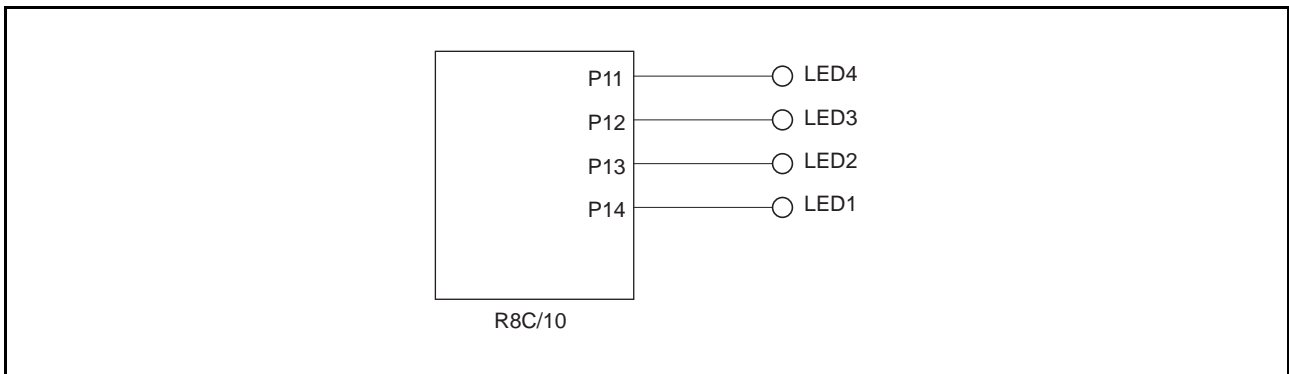

图2 使用的引脚
(2) LED连接到端口P11~P14，显示“L”有效电平。显示数据为0000b~1111b，并且每过1秒就加上1。使用的引脚如图2所示。